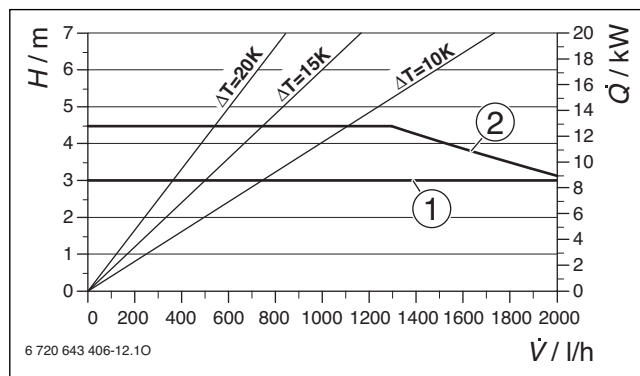

Fig. 118 Curve caratteristiche circolatori (pompe)
**Legenda della fig. 118 e 119:**